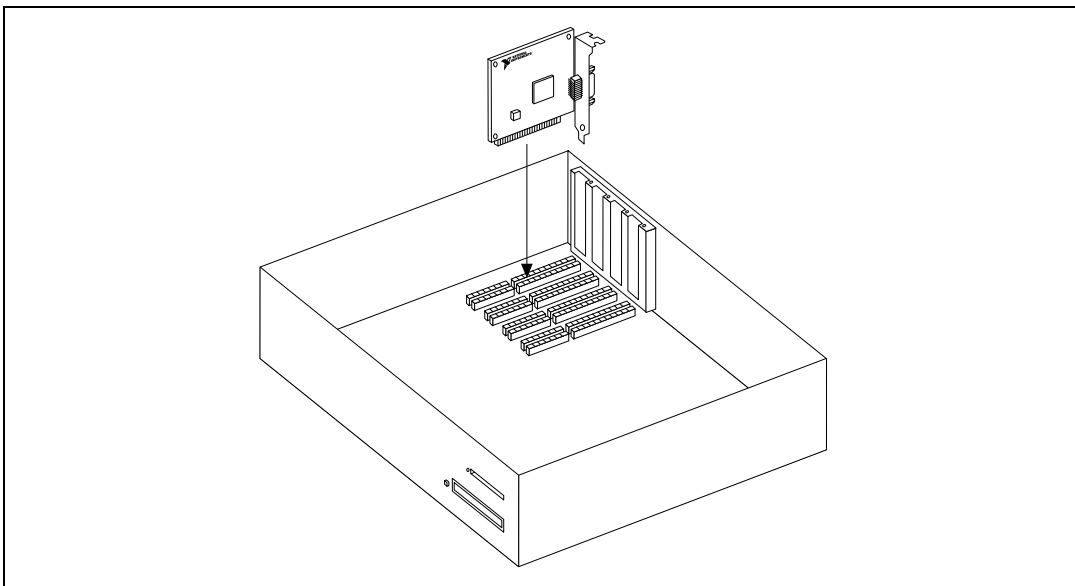

図6. GPIB-PCII/IIA のインストール方法
6. 図6に示されているように、GPIB-PCII/IIA ボードの GPIB コネクターが背面パネルから突き出た状態で、ボードをスロットに差し込みます。きつい場合もありますが、無理にボードを押し込まないでください。